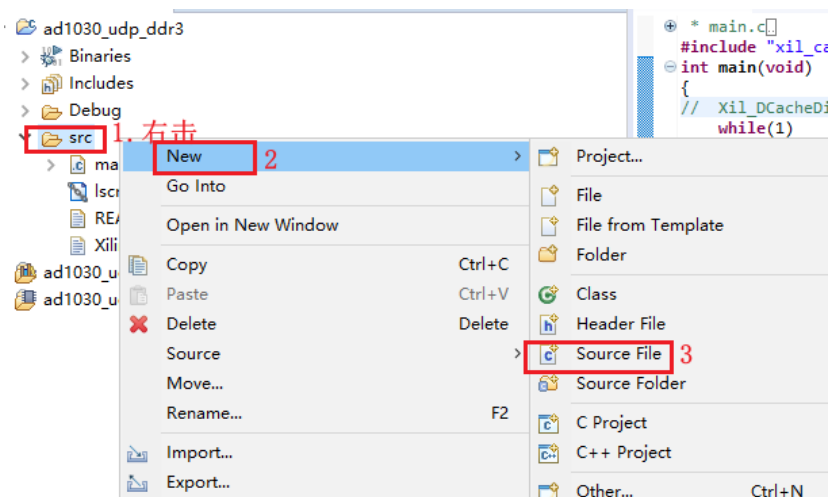
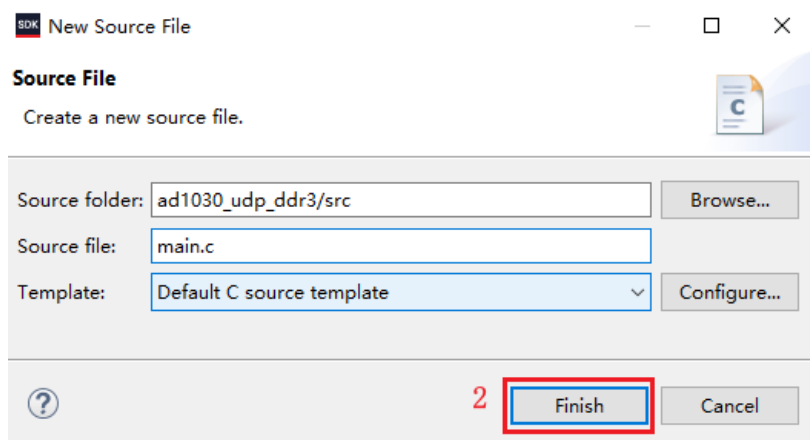

图 1-25 新建源文件
图 1-26 给源文件命名
4. src 文件夹下，新建一个源文件，如下图 1-25 所示，然后在弹出的界面中给文件命名为 main.c，如下图 1-26 所示。